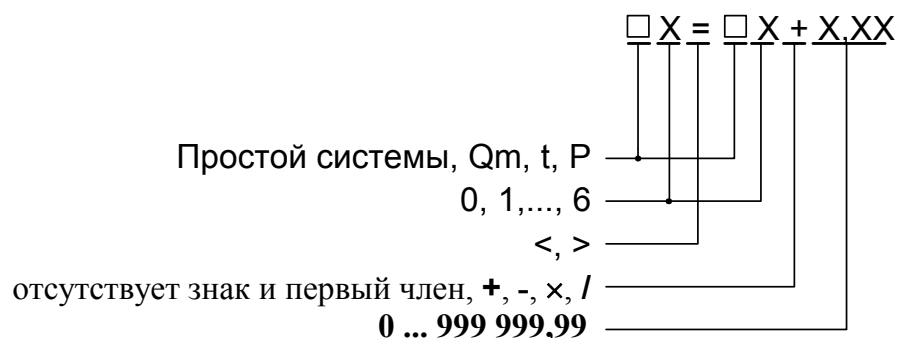

Рис.4. Структура и возможные значения членов формулы реакции на нештатную ситуацию.
- присваивания оцениваемому параметру конкретного значения или определенной зависимости от другого аналогичного параметра в виде формулы, структура и возможные значения членов которой приведены на рис.4;